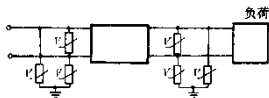

图 2-12 从电源和负荷端过电压的保护电路
(3)从电源和负荷端过电压的保护电路:这类保护电路见图 2-12。